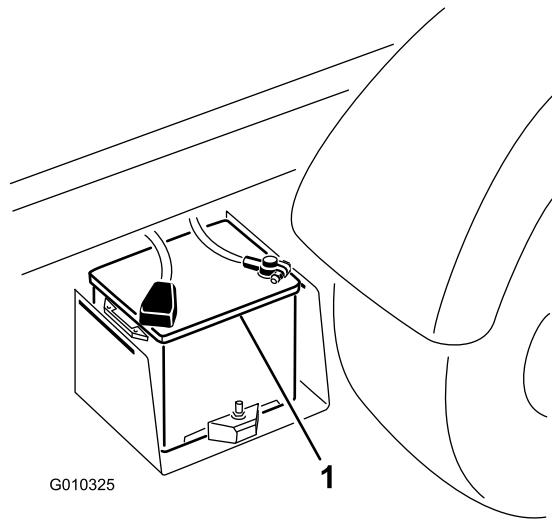

Figura 50
2. Collegate un cavo portatile tra i poli positivi delle due batterie (Figura 50). Il polo positivo è identificato dal simbolo + sul coperchio della batteria.